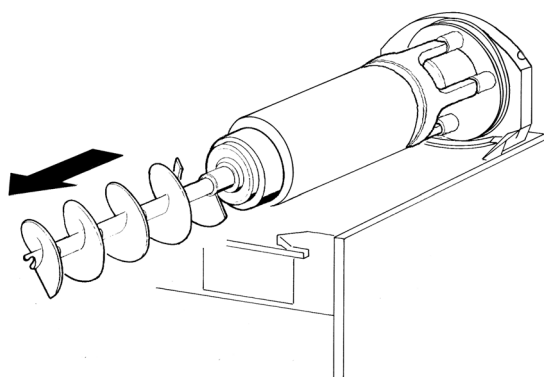

Bild 10
- 3** Zuerst die äußere (3) und dann die innere Schnecke (Bild 10) aus dem Verdampfer herausziehen.